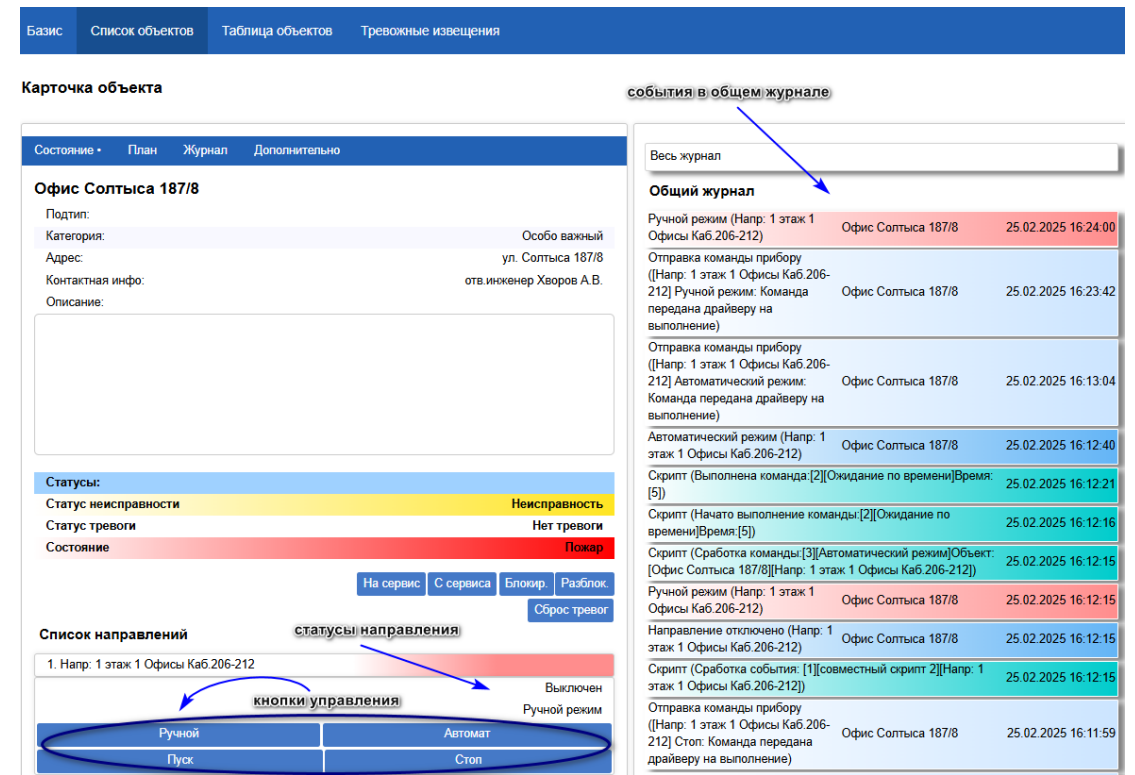

Рис. 156. Кнопка меню «Направления» объекта охраны модуля «Мониторинговый АРМ»
- в подпункте меню «Направления», например для пожарных приборов серии «А24», содержатся команды управления с помощью программных кнопок - «Пуск», «Стоп», «Ручной и «Автомат» режимы с графическим изменением их состояний. (Рис. 156)